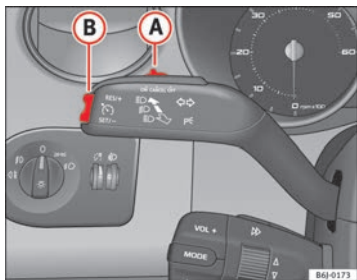

Abb. 110 Blinker- und Fernlichthebel: Schalter und Wippe für die Geschwindigkeitsregelanlage
- Drücken Sie den oberen Teil der Wippe **RES** ⇒ Abb. 110 **(B)**, um die Geschwindigkeit zu erhöhen. Solange Sie die Wippe gedrückt halten, beschleunigt das Fahrzeug. Sobald Sie die Wippe loslassen, wird die neue Geschwindigkeit gespeichert.
Wenn Sie die gespeicherte Geschwindigkeit durch Treten des Bremspedals verringern, wird die Geschwindigkeitsregelanlage deaktiviert. Sie können durch einmaliges Drücken des oberen Teils der Wippe **RES+** ⇒ Abb. 110 **(B)** die Regelung wieder aufnehmen.